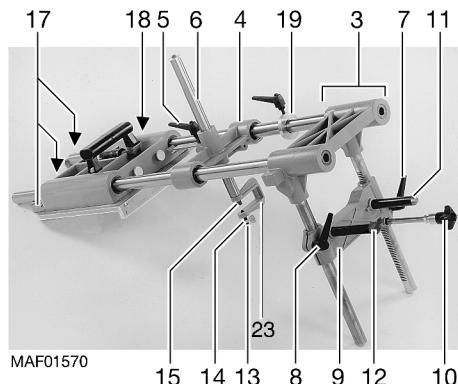
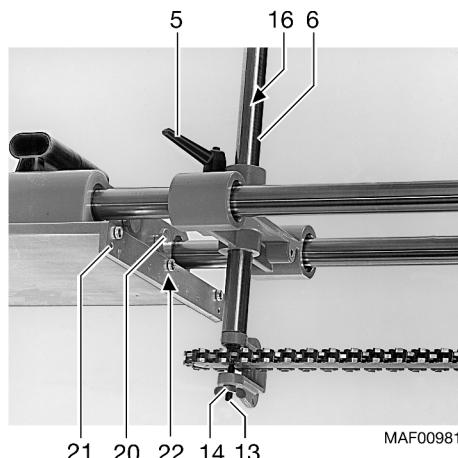

Fig. 2
Fig. 3
- Estrarre l'alloggiamento 3 (Fig. 2) dal dispositivo per fresaie a catena.
- Per applicare il sostegno della guida della catena, girare la spina filettata 13 (Fig. 3) in senso antiorario, dopo aver allentato il dado ad alette 14, in modo che la catena di fresaie si possa muovere fra la spina filettata 13 e il perno di supporto 15 (Fig. 2).
- A questo punto, fissare la spina filettata 13 (Fig. 3) con il dado ad alette 14.
- Tirare indietro il ponticello 4 (Fig. 2).
- Regolare sulla distanza desiderata in base alla scala 16 (Fig. 3) agendo sulla manopola 10 (Fig. 2) e serrare di nuovo le leve 5, 7 e 8.
- Se necessario, ruotare la staffa 23 (Fig. 2) di 180°.
- Una volta eseguita l'inclinazione, serrare di nuovo le viti 17 e 18 (Fig. 2).
Con la battuta 19 (Fig. 2) è possibile limitare la profondità di fresatura.
Una volta regolata la distanza della cava, spingere il ponticello 4 (Fig. 2) avanti, fino ad innerstarlo in posizione per assicurare il migliore sostegno possibile per la guida della catena.
Avitare le punte di fissaggio 20 (Fig. 3) nella filettatura 21. Allineare il piano di appoggio in base alla scala 22 e premere bene contro il legno.